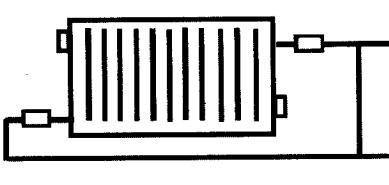

Рис. 4 Для однотрубных систем
**3.5.** Для радиаторов длинной более 1400 мм рекомендуется использовать схему подключения по диагонали или снизу с двух сторон для достижения максимально возможной теплоотдачи (рис. 4).